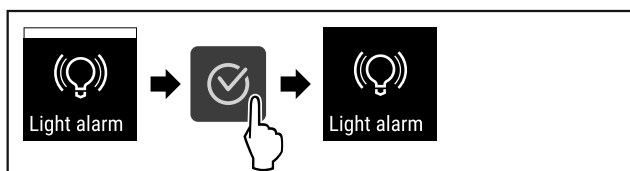

Fig. 120
- ▶ Atlikite veiksmus (žr. Fig. 120) .